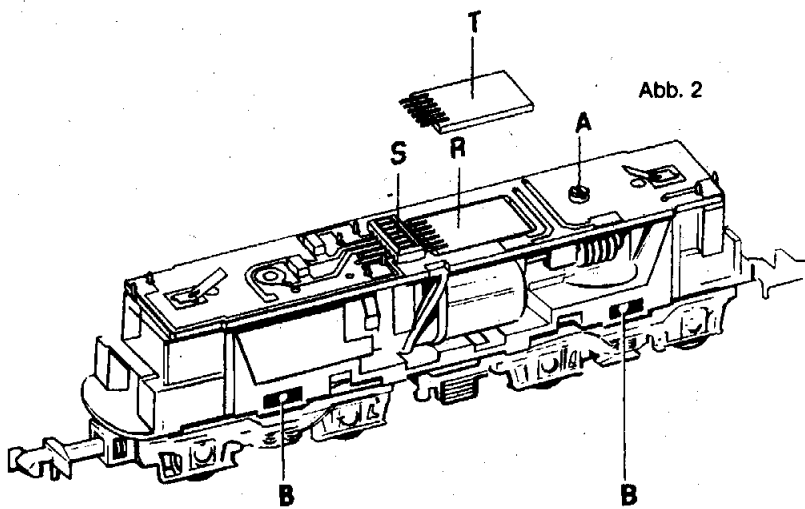
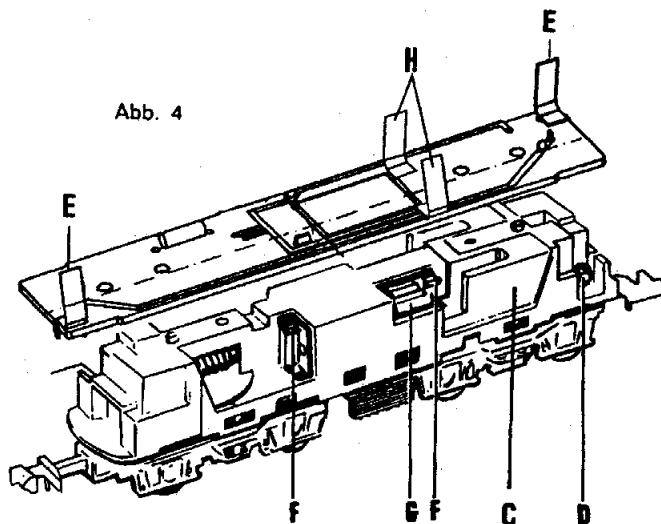

Abb. 2
Abb. 4
#### Lampenwechsel (Abb. 4)
Schraube A (Abb. 2) lösen, die Schaltungsplatine wegklappen. Lampen D seitlich aus dem Fahrgestellkörper herausnehmen und austauschen. Beim Aufsetzen der Schaltungsplatine dar-auf achten, daß Kontaktfedern E gut am Löt nipple der Lampen anliegen, und Kontaktfedern H an der freien Seite des Motors.
#### Motor austauschen (Abb. 4)
#### Austausch der Drehgestelle (Abb. 2)
#### Einbau des Selectrix-Fahrzeug-Decoders 66830 (Abb.2)
(3) Dachleitung lang	0300604
(4) Dachleitung kurz	0300605
(5) Halter für Dachstromabnehmer	0300606
(6) Hochspannungsschalter	0300607
(7) Fenstereinsatz	12 7482 01
(8) Lichtleiter	12 7156 00
(9) Trittbrett	0300601
(10) Pufferbohle	12 2234 00
(11) Puffer	74 0337 00
(12) Steckerplatine für Gleichstrombetrieb (mit Kondensator für Funkenstörung und Lichtwechselelektrode)	41 2800 25
(T) Selectrix-Fahrzeug-Decoder (Abb. 2)	66830
(S) Kontaktleiste (in 13 enth. (Abb. 2)	41 2862 25
(13) Schaltungsplatine	31 2754 05
(14) Motor-Halteklammer	73 1481 00
(15) Motor-Bürsten	40 0159 00
(16) Motor	31 2754 04
(17) Glühlampe	40 0303 00
(18) Drehgestell-Lagerstift	14 0241 00
(19) Kontaktfeder	13 2922 15
(20) Schleifer-Platte (mit Umschalter für Oberleitungsbetrieb)	41 2936 06
(21) Halter für Schleiferplatte	12 7259 00
(22) Zahnrad groß	12 2021 00
### Replacement of bulbs (Fig. 4)
Undo screw A (Fig. 2) and lift off printed circuit (Fig. 4). Remove bulbs D from body and replace. When re-assembling the loco ensure good contact 1) between bulbs and contact strips E and 2) between contact-strip H and the motor (cables to go on the outside across H).
### Replacement of motor (Fig. 4)